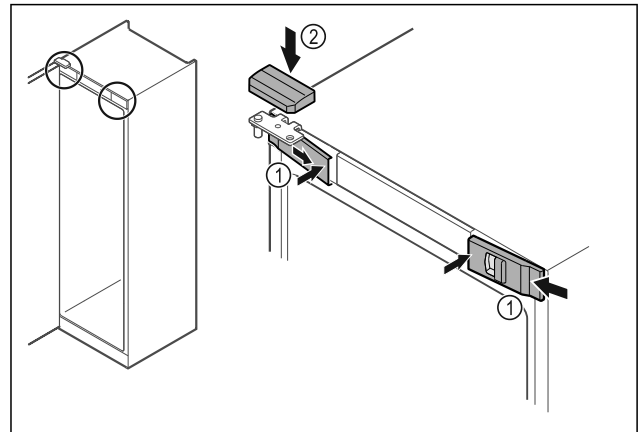

Fig. 50
- Αναρτήστε τα μπροστινά καλύμματα Fig. 50 (1) στο πλαίσιο και κουμπώστε τα εσωτερικά.
- Κουμπώστε το επάνω κάλυμμα Fig. 50 (2) από πάνω.